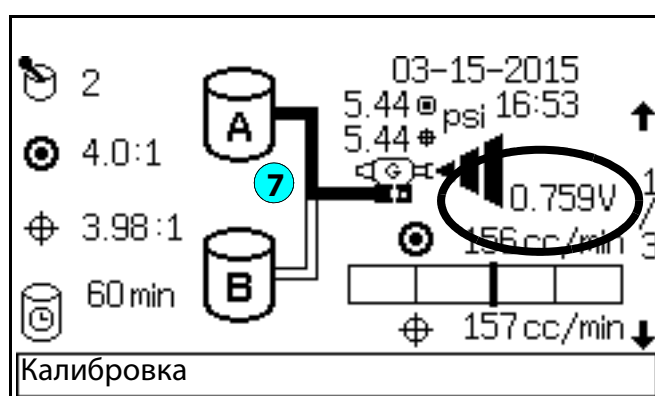

Рис. 98. Экран состояния
5. Перейдите на **Экран состояния** (см. Рис. 98). На панели состояния внизу экрана появится указание о выполнении калибровки смешивания.
7. Значение напряжения (см. **Экран состояния** на Рис. 98) будет пошагово увеличиваться с 0 до 3,3 В. Значение расхода во время калибровки также начнет возрастать, но это может не отображаться в начале роста напряжения.